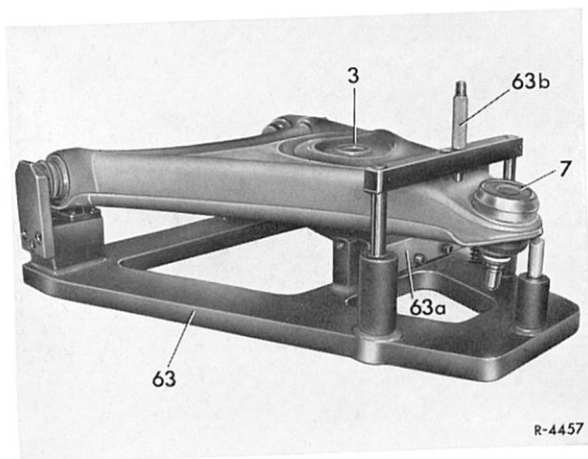

Bild 33-9/4
6 Zur Prüfung auf Verschränkung und Verbiegung kompletten Querlenker mit Gummilagern in die Vorrichtung (63) setzen (Bild 33-9/4; Maße und Hinweise zur Kontrolle siehe Arb.-Nr. 33-0).